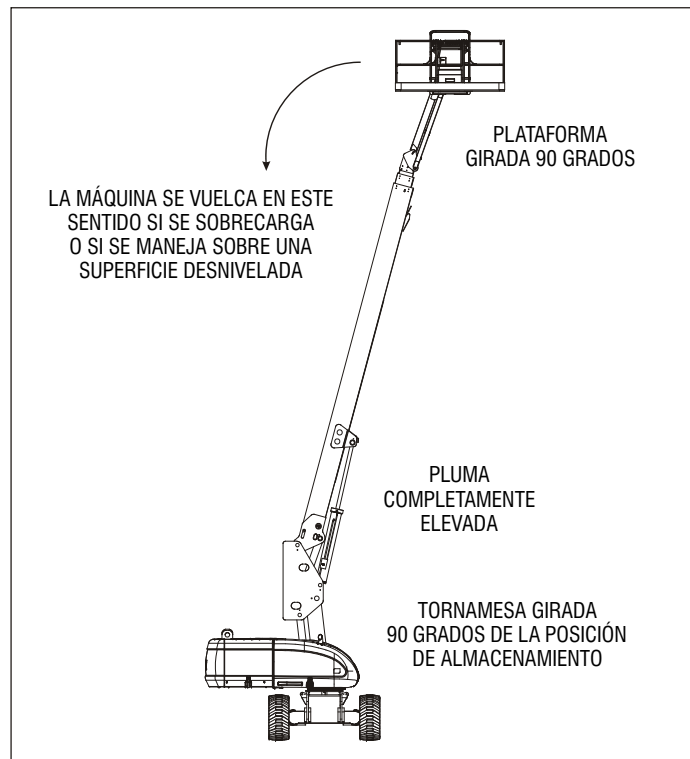
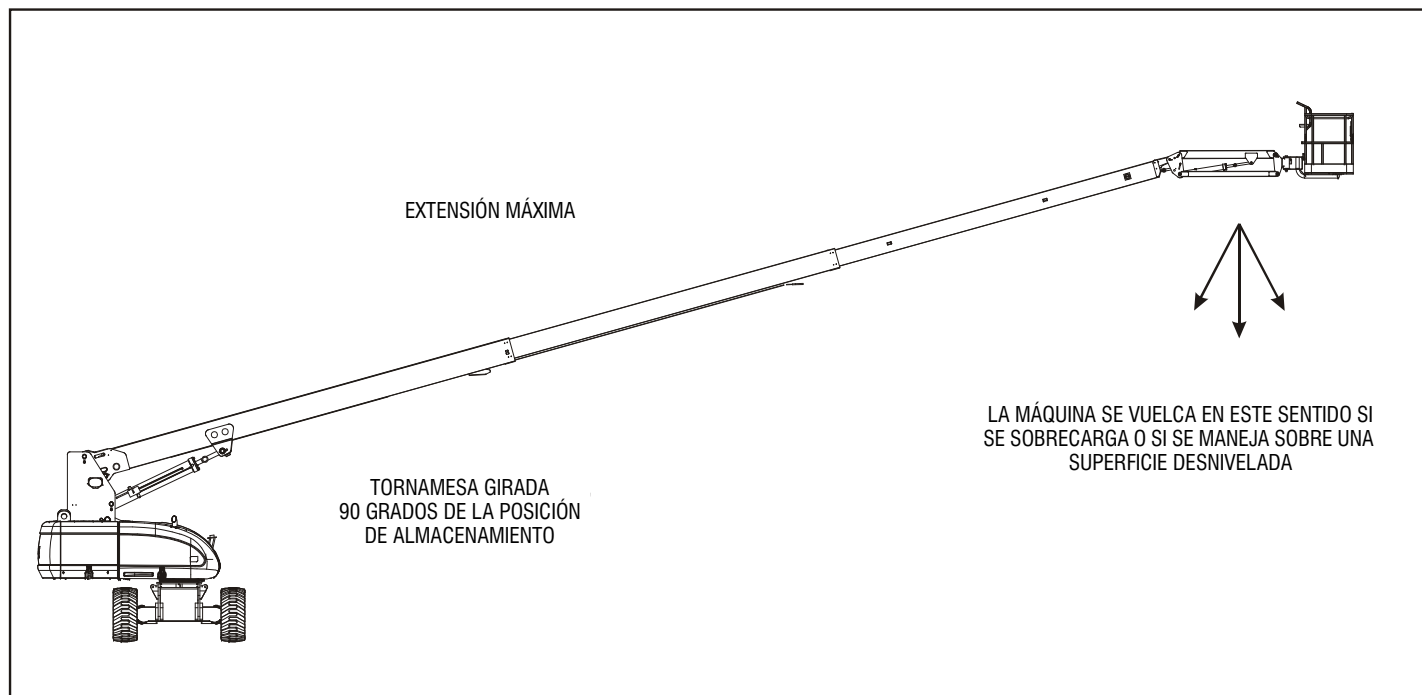

Figura 4-1. Posición de estabilidad trasera mínima
Figura 4-2. Posición de estabilidad delantera mínima
La estabilidad de la máquina depende de dos (2) condiciones, las cuales se denominan estabilidad DELANTERA y estabilidad TRASERA. La posición de la máquina que ofrece la estabilidad DELANTERA mínima se ilustra en la Figura 4-2; la posición que ofrece la estabilidad TRASERA mínima se ilustra en la Figura 4-1.